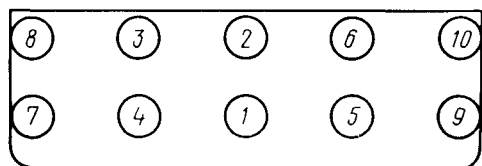

Рис. 3. Последовательность подтяжки гаек крепления головки цилиндров
- гаек головки блока цилиндров моментом 8,5—9,0 даН·м (8,5—9,0 кгс·м) в порядке, указанном на рис. 3;